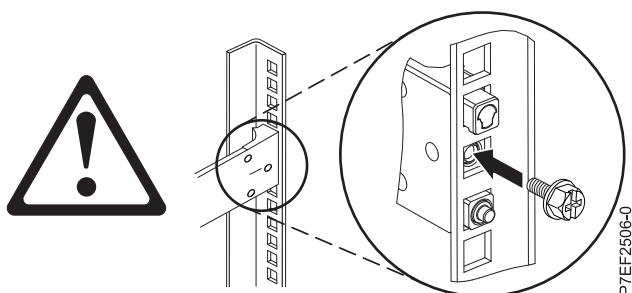

図4. ねじの再取り付け
4. 図4 に示すように、ステップ 2 (4 ページ) で取り外したねじを再び取り付けます。